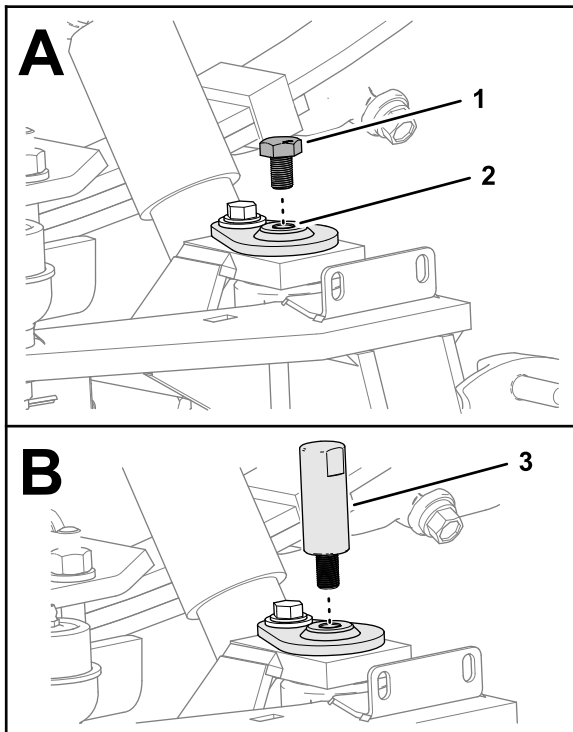

Bild 6
1. Entfernen Sie die Kopfschraube vom Ende des Achsschenkelbolzens (Bild 6).
2. Führen Sie das Ausrichtwerkzeug in den oberen Teil des Achsschenkelbolzens ein (Bild 6).